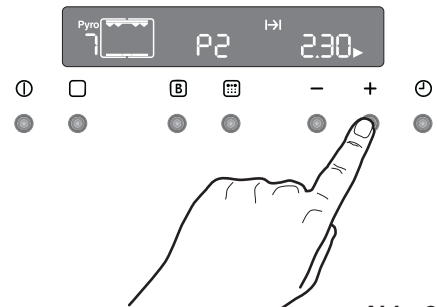

Abb. 20
2. Das Gardauersymbol  blinkt 5 Sekunden lang; drücken Sie während dieser Zeit die Taste  oder  zur Anwahl der pyrolytischen Funktion 1 (P 1) oder 2 (P 2) (Abb. 20).